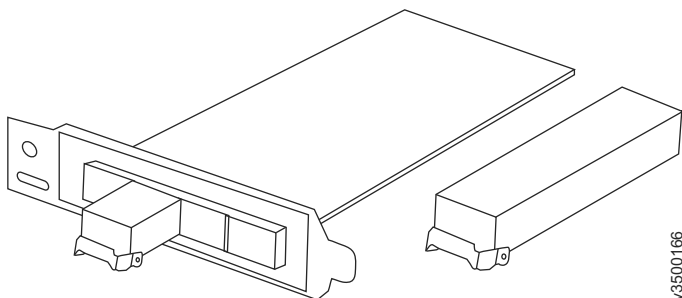

图 14. 主机接口卡和 SFP 收发器
1. 从主机接口卡卸下 SFP 收发器（图 14）。要卸下 SFP 收发器，请旋开松开手柄，并用它将收发器从端口中拉出。